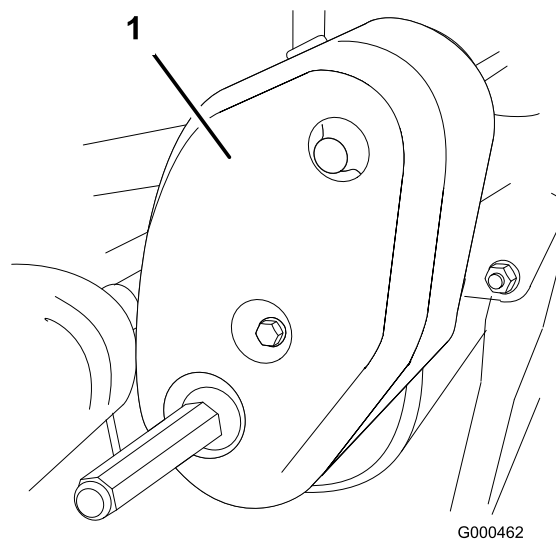

Figura 38
1. Togliete i dispositivi di fissaggio del paracinghia e il paracinghia per accedere alla cinghia (Figura 38).